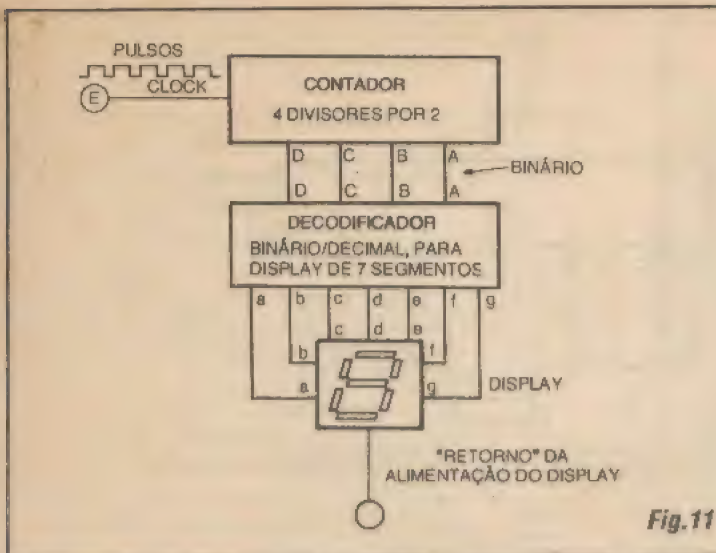

Fig. 11
- **FIG. 11 - DECODIFICANDO A DECODIFICAÇÃO (PUTZGRILA...!)** - A coisa, agora, parece que está se complicando, mas basta um pouco de atenção, para corretamente *pegar* e entender cada uma das várias fases de decodificação necessárias a final indicação numérica num *display* do tipo estudado... Novamente lembramos que *é possível*, através de uma parafernália de *gates* de diversos tipos (todos já estudados...) e de complexas interconexões, DECODIFICAR a notação binária **0100**, transformando-a num conjunto de níveis correspondente a **0110011**, a partir do que a excitação do *display* faria este mostrar o correspondente número decimal **4** (perceberam que são várias as DECODIFICAÇÕES necessárias...?). Entretanto, de novo, cairíamos em excessiva complexidade circuitual, encarecendo o sistema, e tornando tudo um verdadeiro *trambolho*... Tudo resolvido, porém, graças às habilidades dos projetistas industriais, que desenvolveram integrados digitais com a função específica de DECODIFICADORES BINÁRIO/DECIMAL PARA DISPLAYS DE 7 SEGMENTOS (o nome é só *aparentemente complicado*...). Tais integrados, normalmente, apresentam 4 *entradas* DCBA (correspondentes a recepção dos níveis digitais relativos à notação binária